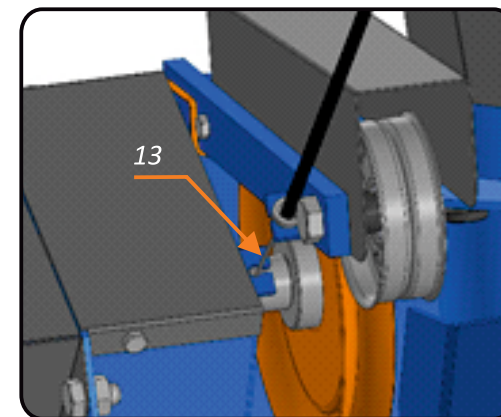

Рис.4 Фиксация троса на корпусе
- Конец троса зацепите за кронштейн, расположенный на корпусе. Рубашку троса закрепите в кронштейне, расположенном на натяжном механизме **Рис.4 (13)**.
- Проверьте смазку цепи для этого, снимите кожух (6) цепного привода.